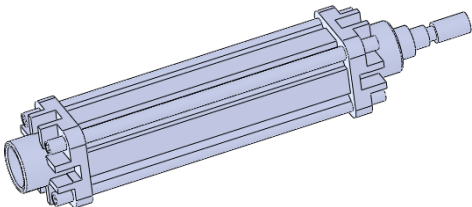

图 8-49 “装配体统计”文件
- 01 打开素材库中的“第 8 章/8-6 爆炸视图/气压缸装配体.sldasm”文件，如图 8-49 所示。